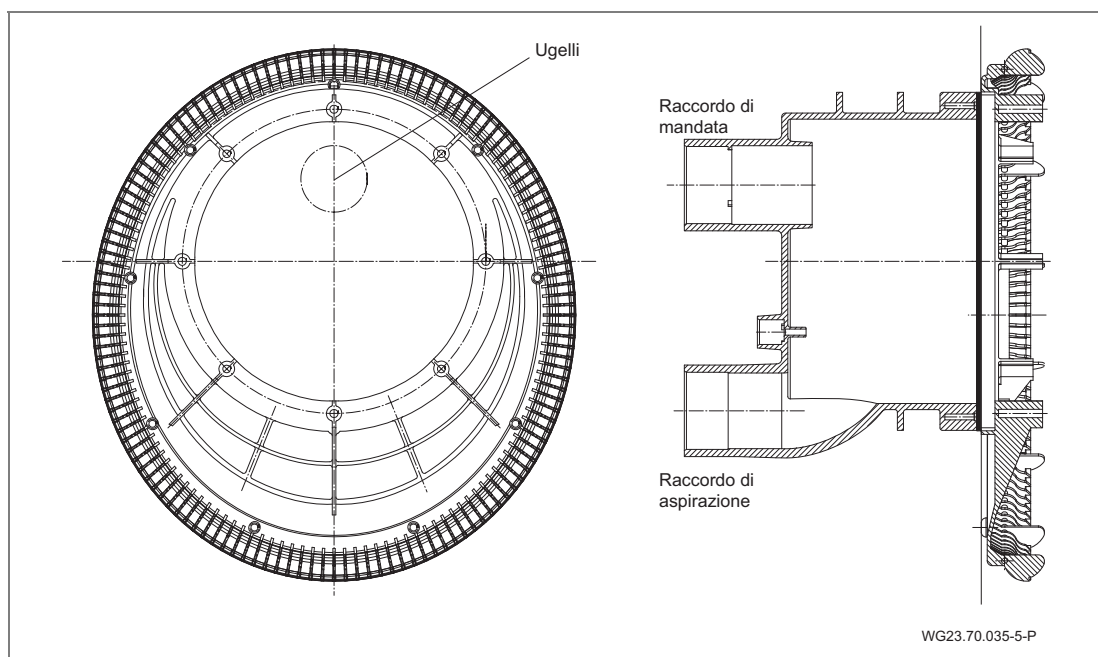
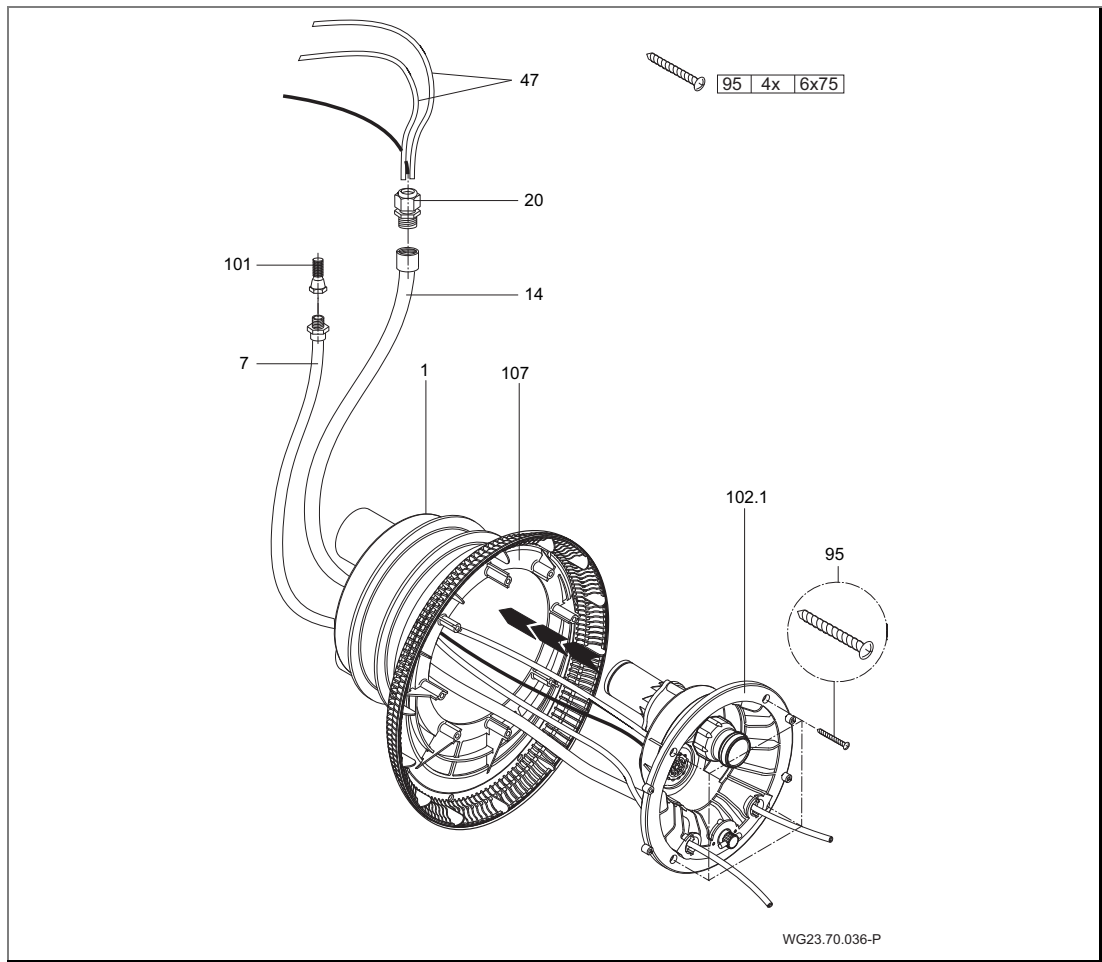
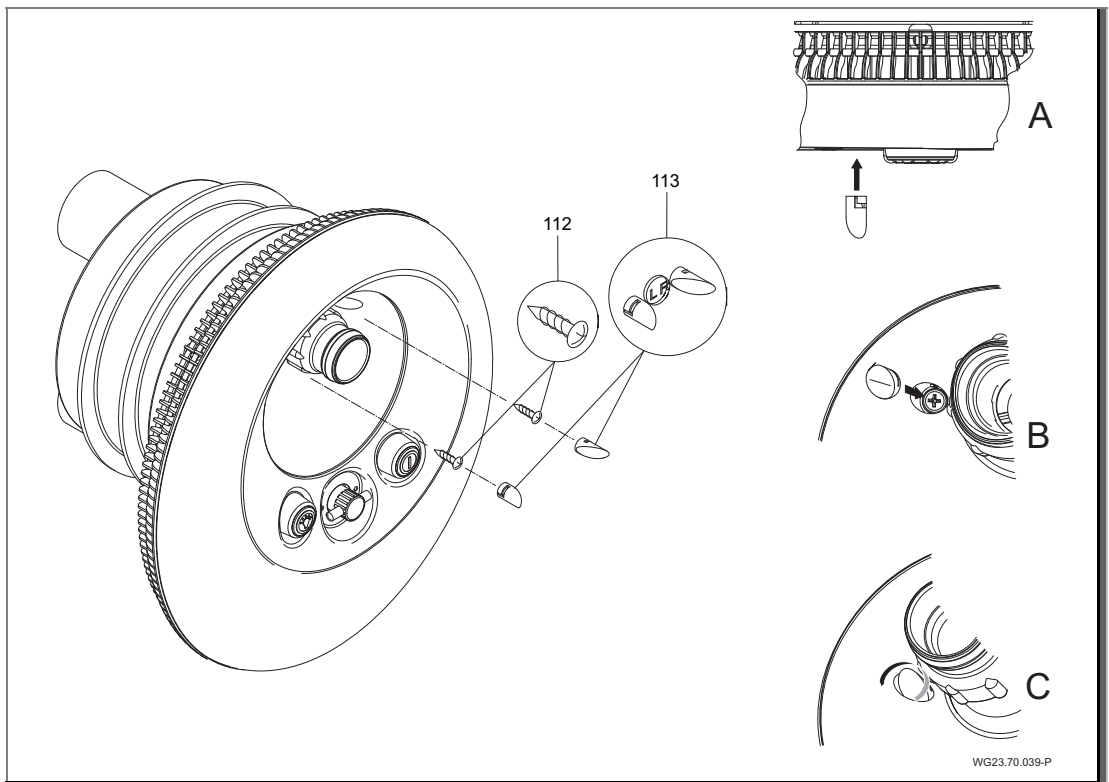

Fig. 16
Fig. 17
Fig. 20
2. Applicare il corpo di aspirazione (107) all'anello elastico. Osservare la corretta posizione di montaggio. (Fig. 16)
3. Applicare l'alloggiamento degli ugelli (102.1) sul corpo da murare (1).
5. Fissare il tubo dell'aria con il morsetto (8) al regolatore aria (21) montato da parte del costruttore.
6. Fissare l'alloggiamento degli ugelli (102.1) con quattro viti autofilettanti (95) al corpo da murare (1). (Fig. 17)
10. Fissare i tappi decorativi nella copertura della luce (110), come illustrata il fig. 16 A-C. Utilizzare i tappi decorativi corretti per la parte sinistra (L) e destra (R). (Fig. 20)
1. Staccare il passacavo filettato (20).
4. Togliere la copertura (113). Vedere "Fig. 20" a pagina 35.
5. Svitare le viti (112) e rimuovere la copertura della luce (110).
6. Svitare le viti (49) e rimuovere la copertura di acciaio inox (93).
7. Svitare le viti (95) e rimuovere il corpo di aspirazione (107).
8. Svitare le viti (52), togliere l'anello elastico (28) e la guarnizione ad anello elastico (27).